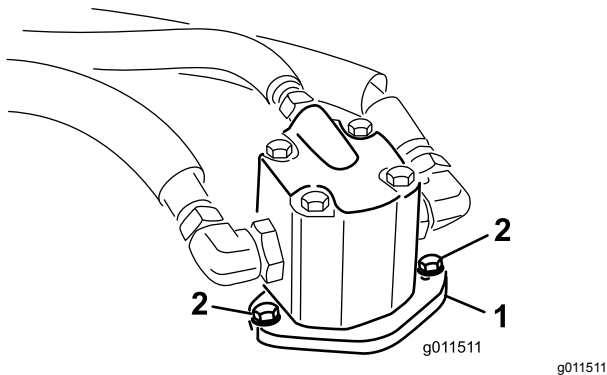

Figure 102
4. Enlevez les boulons qui fixent le moteur hydraulique au plateau de coupe (Figure 102).